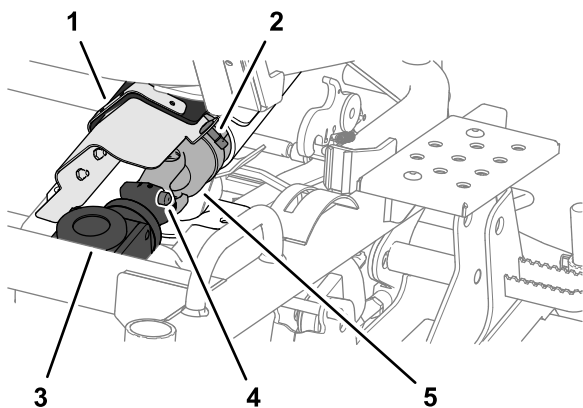

図 112
1. ベルトカバーについているユニバーサルジョイントのカバーの固定具を $1/4$ 回転させてカバーを開く 図 112。
2. 刈り込みデッキのギアボックスから駆動シャフトの前端部を外すスプリング負荷がかかっているピンを押しながら駆動シャフトを後方に引くと外れる 図 112。
1. 駆動シャフトのユニバーサルジョイントのスプラインと、ギアボックスのカップリングのスプラインとを合わせる 図 112 刈り込みデッキのギアボックスからの駆動シャフトの取り外し (ページ 75) を参照。
2. スプリング付きピンを押し込んでから駆動シャフトを前方に押し込む 図 112 刈り込みデッキのギアボックスからの駆動シャフトの取り外し (ページ 75) を参照。
3. スプリング付きピンから手をはなし、駆動シャフトのユニバーサルジョイントがギアボックスに固定されていることを確認する 図 112 刈り込みデッキのギアボックスからの駆動シャフトの取り外し (ページ 75) を参照。
4. ユニバーサルジョイントのカバーを閉じて、1/4 回転固定具でベルトカバーに固定する 図 112 刈り込みデッキのギアボックスからの駆動シャフトの取り外し (ページ 75) を参照。